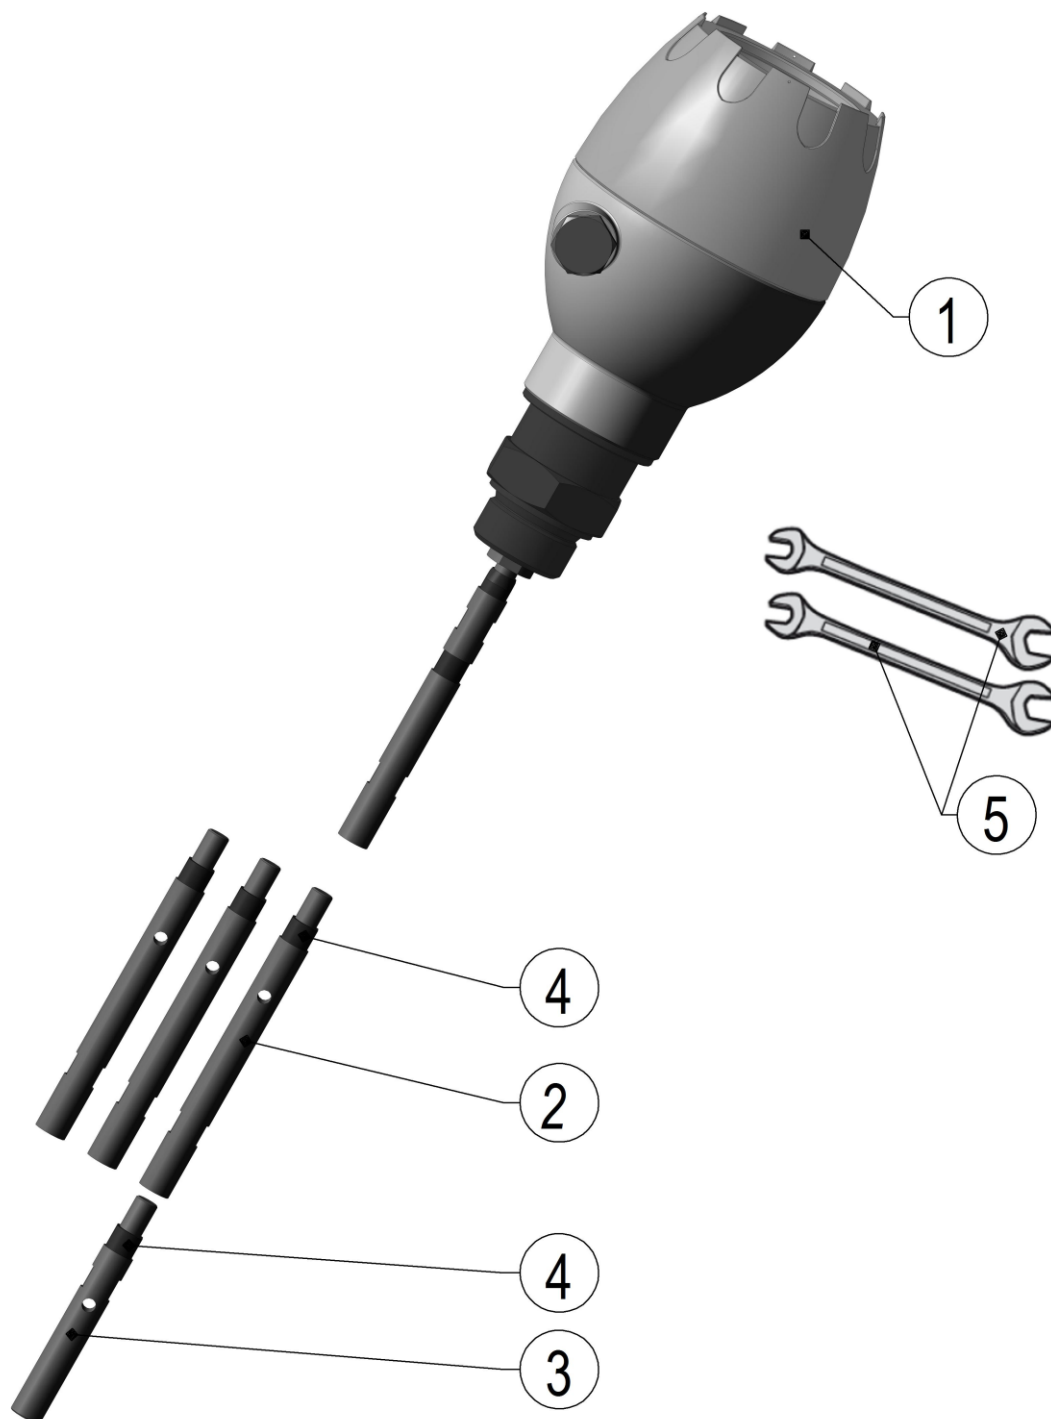

Рисунок 25 – Схема сборки одностержневого разборного зонда
2.3.14 Сборка одностержневого разборного зонда d14 мм (см. рисунок 25).